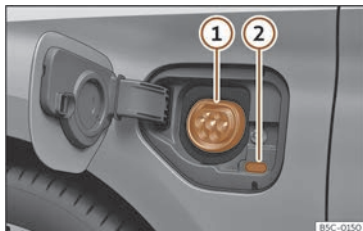

Fig. 207 Derrière le cache de chargement de la batterie sur la partie avant gauche : Prise de charge
» fig. 207
- Avec le véhicule déverrouillé, appuyez sur le cache de charge de la batterie et celui-ci s'ouvrira»» fig. 207 .